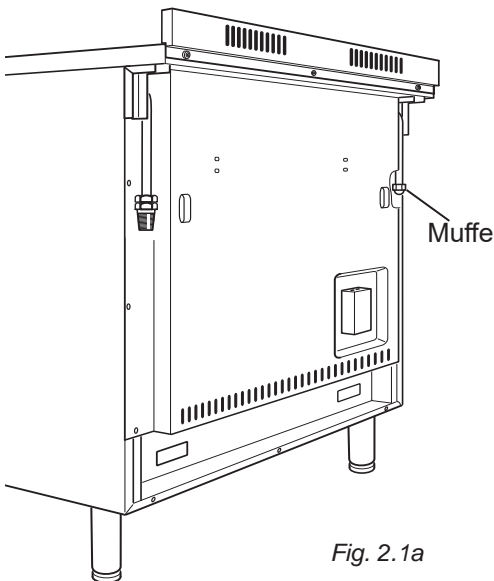

Fig. 2.1a
- Gastillförseln ansluts på apparatens baksida till gasröret till höger eller vänster. (Fig. 2.1a). Anslutningsslangen får inte kryssa apparatens baksida.